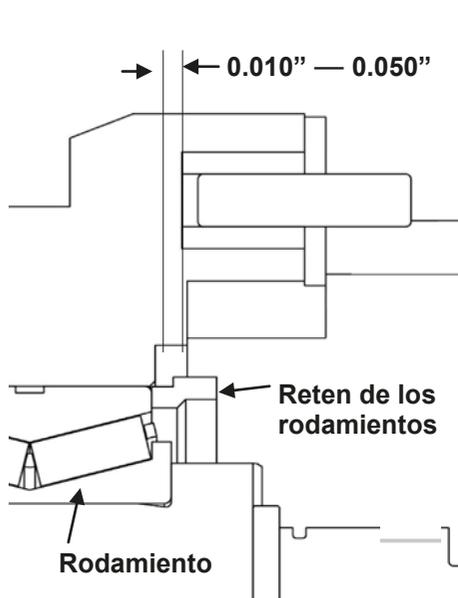
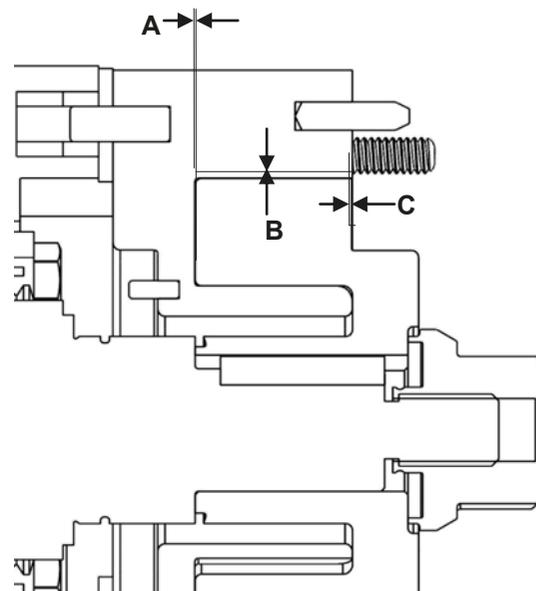

Figura 40: Tolerancia de retenes de rodamientos
Figura 41: Tolerancias importantes
5) Cuando las flechas estén en la caja, instale los retenes de rodamientos para sostener las flechas en su lugar temporalmente (no aplique aún el silicón). Verifique que haya una abertura entre el retén y la caja como en la figura 40. Coloque la carcasa en la caja de forma que asiente correctamente. Introduzca los rotores en la carcasa y asegúrelos con las tuercas para rotor. Mida las dimensiones A, B y C vistas en la figura 41 y vea la tabla 8 (página 28) para ver las tolerancias. Si no son correctas las flechas deben removerse y las laines ajustarse. Si son correctas remueva los rotores y la carcasa.